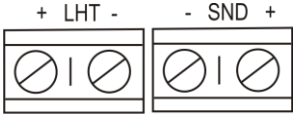

Рисунок 2
- з) подключить клеммы оповещателя (рисунок 2) к источнику питания в соответствии с выбранной схемой подключения.